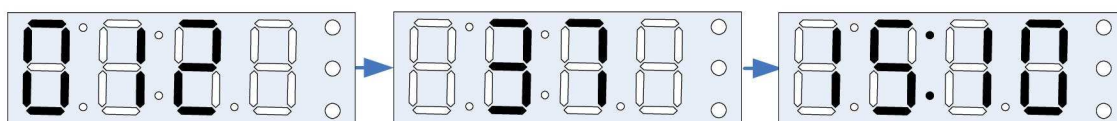

Рис.12
2.3.5 Для примера, на Рис. 12, приведены показания индикатора, соответствующие номеру РО – 012, уровню заряда аккумулятора – 37%, текущему времени встроенных часов – 15 часов 10 минут.